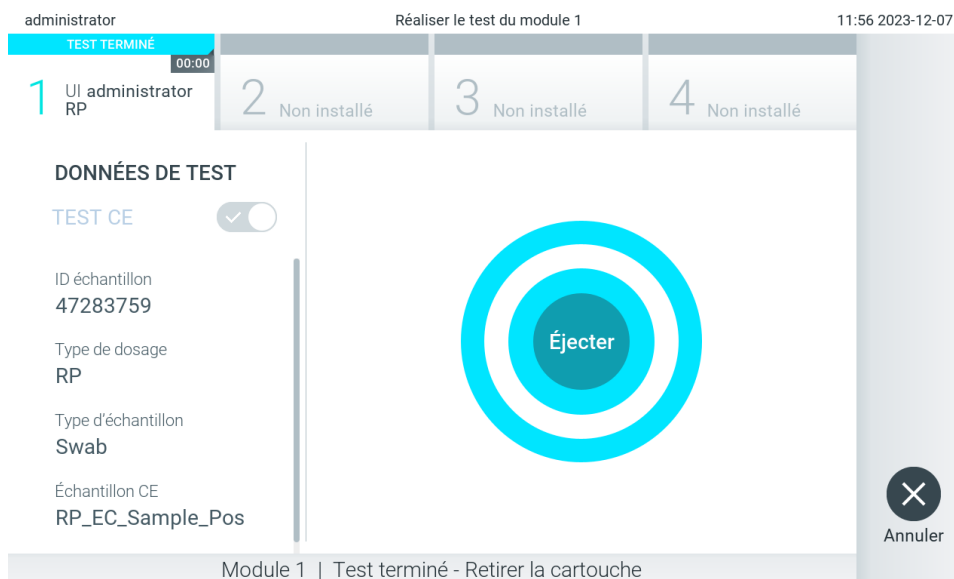

Figure 99. Affichage de l'écran Eject (Éjection).
11. Une fois l'analyse terminée, l'écran Eject (Éjection) apparaît (figure 99). Appuyez sur  Eject (Éjecter) sur l'écran tactile pour retirer la cartouche de dosage QIAstat-Dx, puis éliminez-la en tant que déchet biologique dangereux conformément à l'ensemble des réglementations et législations nationales, régionales et locales en matière de santé et sécurité.